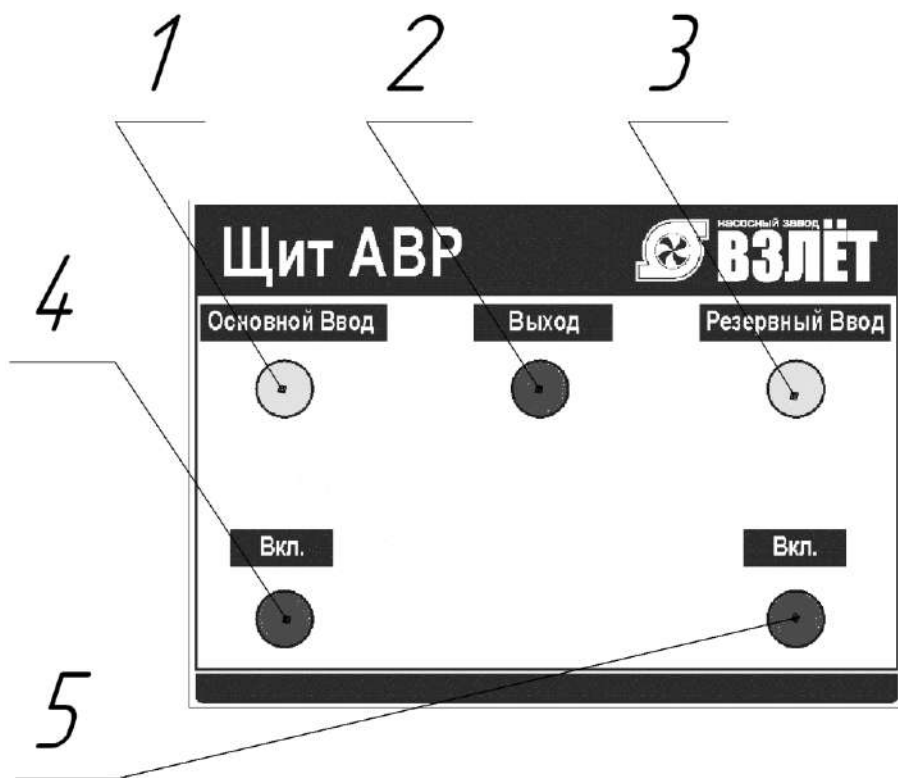

Рис. 1 Общий вид щита АВР.
6.2. Перевести переключатель «Ввод 1/Автомат./Ввод 2» (рис. 1 поз. 5) в положение «Автомат.».
6.4. При подключении основной питающей линии следует проверить порядок чередования фаз. Если подключение правильное (в автоматическом режиме работы), при включении автоматического выключателя QF1 включится пускатель KM1, загорятся светодиоды ввода 1 «Питание» (рис. 1. поз. 4) и светодиод «Включен» (рис. 1. поз. 3), загорится светодиод «Выход» (рис. 1. поз.1).